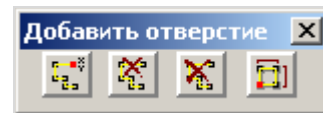

Рис.13.6.1 Окно диалога **Добавить отверстие**
- В окне диалога **Добавить отверстие** (рис.13.6.1) нажмите кнопку  — **Задать прямоугольное отверстие**.